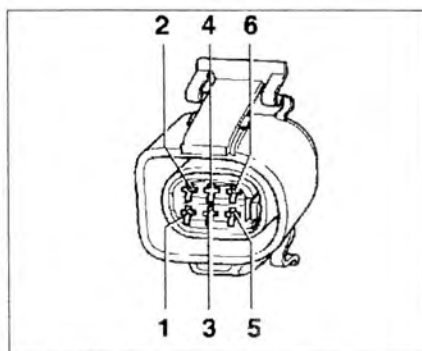

Рис. 3.67. Измерьте напряжение между контактами разъема расходомера воздуха.
10. Измерьте напряжение между контактами разъема расходомера воздуха (рис. 3.67).
12. Проверьте провода между тестером и разъемом на прерывание цепи: контакт 1 + гнездо 19, контакт 2 + гнездо 33, контакт 3 + гнездо 23, контакт 5 + гнездо 1, контакт 6 + гнездо 13 (рис. 3.67). **Заданное значение:** макс. 1.5 Ом.